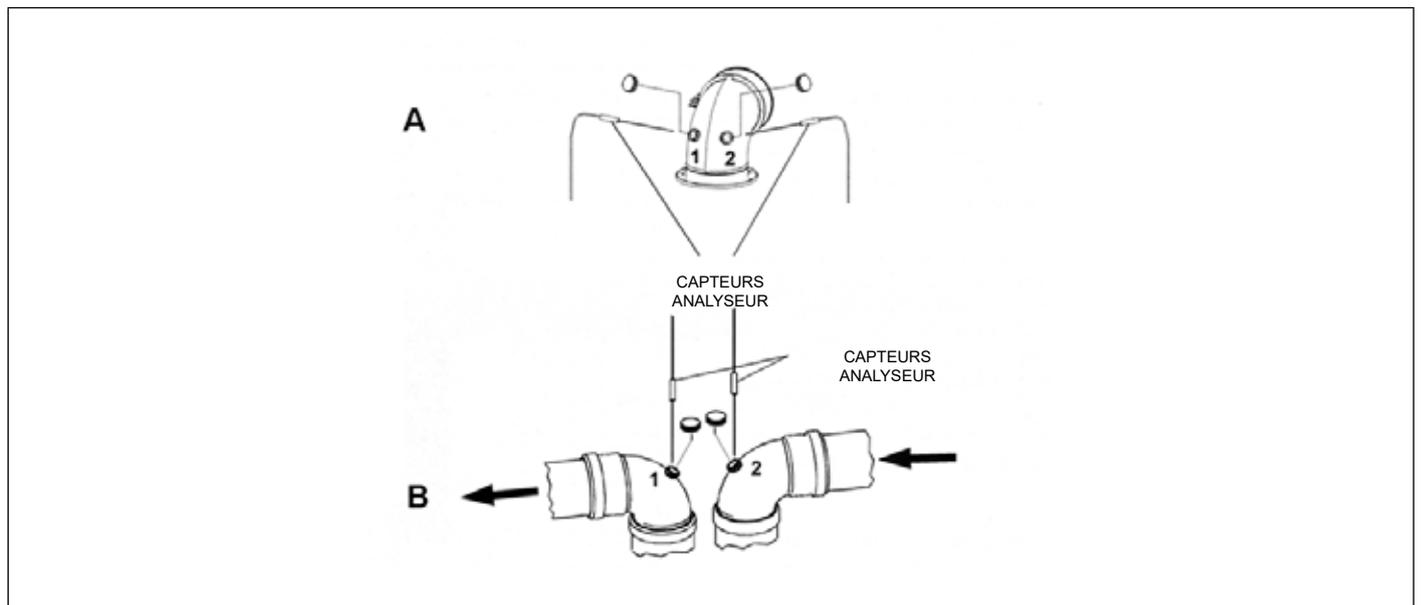

Fig. 12 Exemples de points de détection de fumées
- mesure de la température de l'air comburant prélevé dans le trou relatif 1 (voir réf. (A) Fig. 12 Exemples de points de détection de fumées , pour les chaudières à chambre étanche équipées de tuyauterie avec trous prédisposés).
- mesure de la température des fumées et de la quantité de CO2 prélevé dans le trou relatif 2 (voir réf. (A) Fig. 12 Exemples de points de détection de fumées , pour les chaudières à chambre étanche équipées de tuyauterie avec trous prédisposés).
- mesure de la température de l'air comburant prélevé dans le trou relatif 2 (voir réf. (B) Fig. 12 Exemples de points de détection de fumées , pour les chaudières à chambre étanche équipées de tuyauterie avec trous prédisposés).
- mesure de la température des fumées et de la quantité de CO2 prélevé dans le trou relatif 1 (voir réf. (B) Fig. 12 Exemples de points de détection de fumées , pour les chaudières à chambre étanche équipées de tuyauterie avec trous prédisposés).